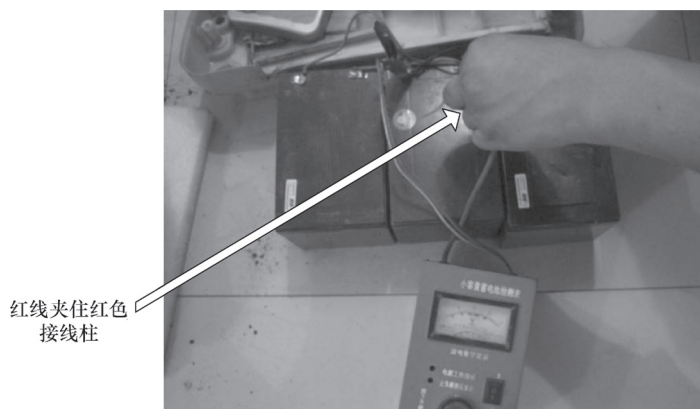

图 6-1 用蓄电池测试仪检测电池
1) 拆下蓄电池盒，用蓄电池测试仪对蓄电池检测，如图 6-1 所示。发现蓄电池不存在断路或短路现象。